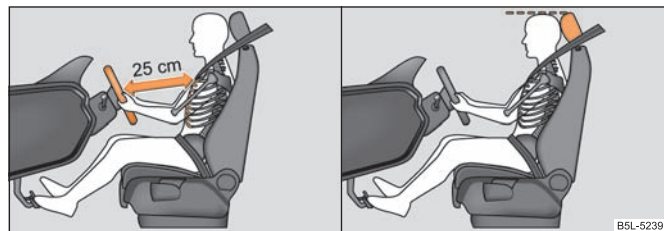

Fig. 123 Distanța corectă dintre șofer și volan / Reglarea corectă a tetierei șoferului
- Reglați astfel scaunul șoferului încât distanța dintre volan și torace să fie de cel puțin 25 cm ⇒ fig. 123 - stânga.
- Reglați tetierele astfel încât marginea superioară a tetierei să se afle la aceeași înălțime cu partea superioară a capului dumneavoastră ⇒ fig. 123 - dreapta. ►
- **Între șofer și volan trebuie să existe o distanță de cel puțin 25 cm ⇒ pagina 136, fig. 123.** Dacă nu se respectă această distanță, sistemul airbag nu își poate exercita eficiența maximă – Pericol!
- Reglați tetierele astfel încât marginea superioară a tetierei să se afle la aceeași înălțime cu partea superioară a capului dumneavoastră ⇒ pagina 136, fig. 123 - dreapta.
- Reglați tetierele astfel încât marginea superioară a tetierei să se afle la aceeași înălțime cu partea superioară a capului dumneavoastră ⇒ pagina 136, fig. 123.